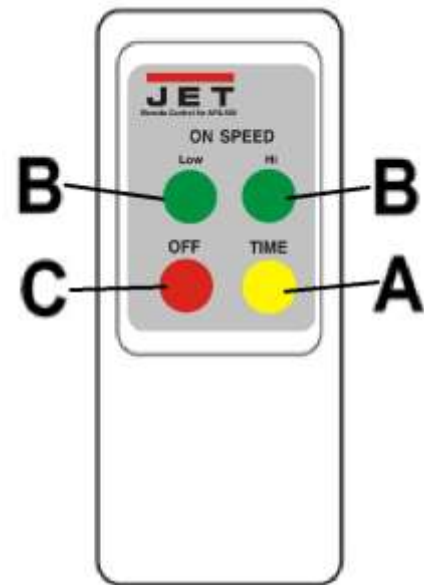

Рис. 3
Кнопка **Время** (A, рис. 3) управляет настройкой таймера.
Кнопка **Включения/УВЕЛИЧЕНИЯ скорости** (B) регулирует объемный расход воздуха. Вы можете выбрать режим "низкий", "средний" и "высокий" (B, рис. 3).
Кнопка **Выключения** (C) позволяет включать и выключать устройство (C, рис. 3).